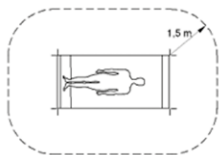

Fig. 2
- ⚠ Bytt batterier utenfor pasientmiljøet (minst 1,5 meter fra pasienten eller pasientstøtten i henhold til IEC 60601-1, se fig. 2).